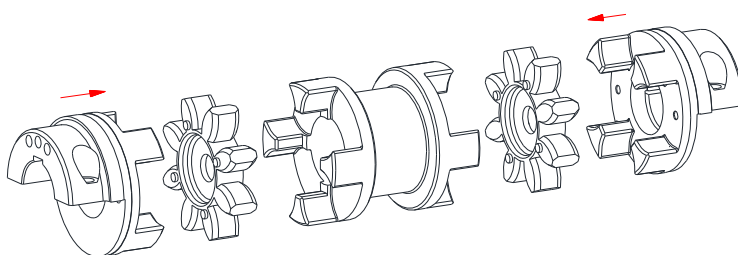

Figura 12: Montagem do corpo de base do cubo, coroas dentadas e o espaçador DKM-H
- Encaixe o corpo de base do cubo com as coroas dentadas e o espaçador DKM-H (ver figura 12).